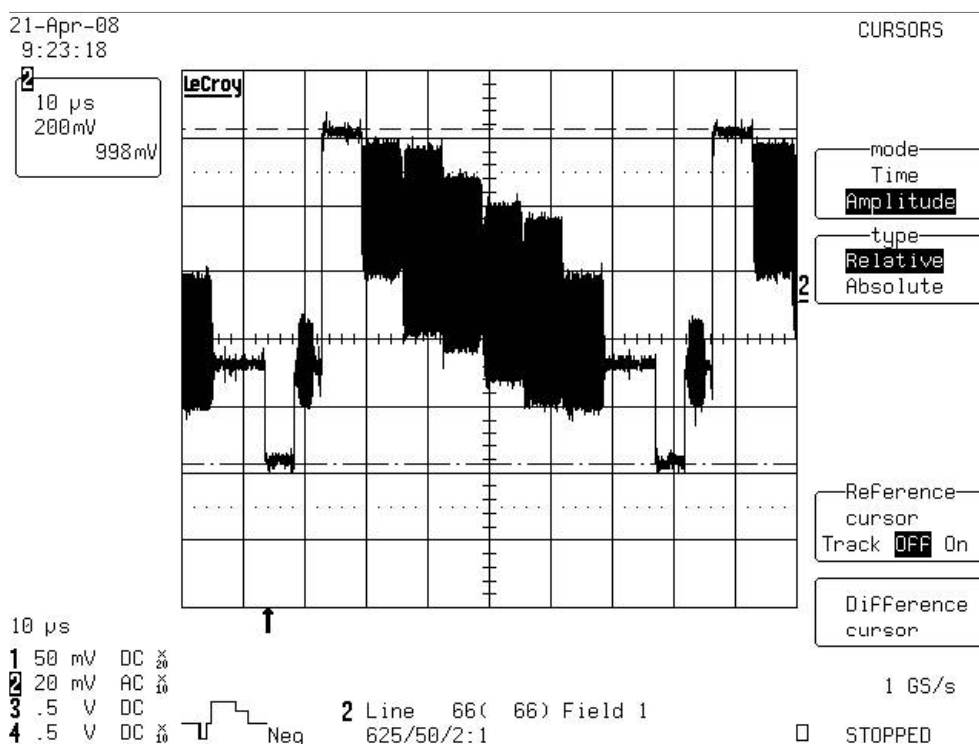

图20
五、关键点波形图（图20-图29）
2、S端子输入全彩条信号，在进入主芯片N39的耦合电容C19之后（S-VIDEO--Y 部分）的波形如图20 所示